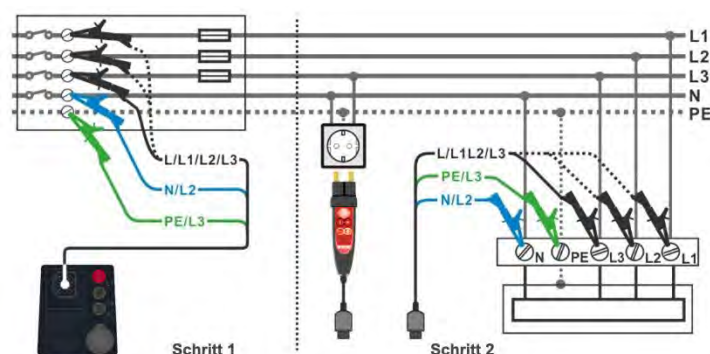

Abbildung 7.40: Spannungsfallmessung – Anschluss des Commander-Prüfsteckers und der 3-Leiter-Prüfleitung
- Schließen Sie die 3-Leiter-Prüfleitung am Referenzpunkt der elektrischen Anlage an, siehe **Abbildung 7.40**.
- Schließen Sie die 3-Leiter-Prüfleitung oder den Commander Prüfstecker an dem Messpunkt an, siehe **Abbildung 7.40**.